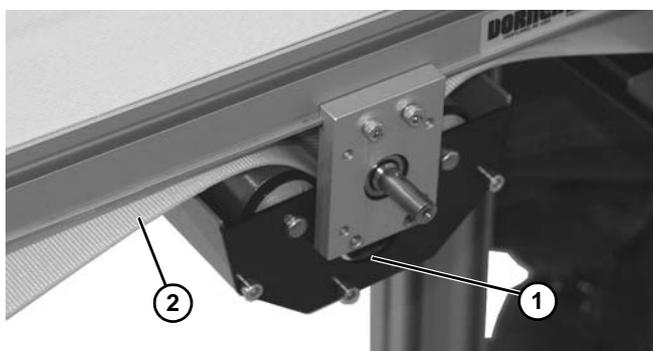

Figura 73
4. Baje y quite el módulo tipo Mid Drive (Figura 73, artículo 1) de la banda (Figura 73, artículo 2).